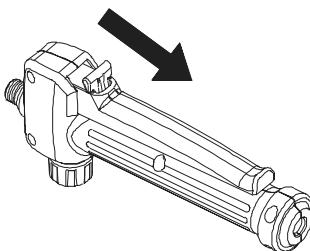

Figura 12
1. Para travar, pressione a alavanca para baixo e puxe o botão de travamento para trás e, solte a alavanca. Consulte a Figura 12.